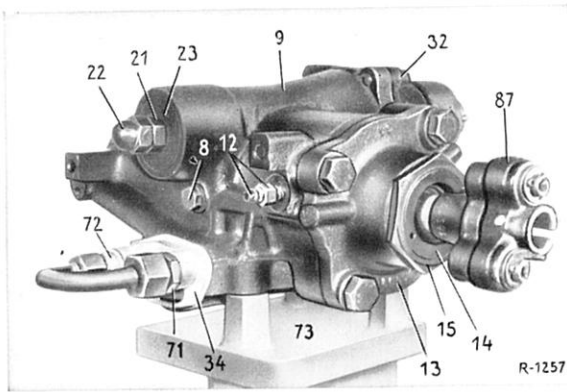

Bild 46-24/2
tung (70) von der Lenkwelle (29) abziehen (Bild 46-24/3).
3 Hutmutter (22) und Sechskantmutter (21) abschrauben, dabei die Einstellschraube gegenhalten. Dichtringe abnehmen (Bild 46-24/2).